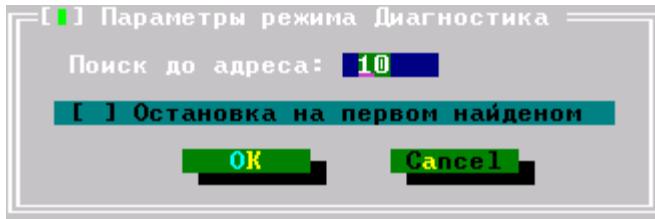

Рис.14 Диалоговое окно Параметры режима Диагностика
6.3.8 Для изменения параметров данного режима нажмите сочетание клавиш <Alt>+<F5> (рис. 14).